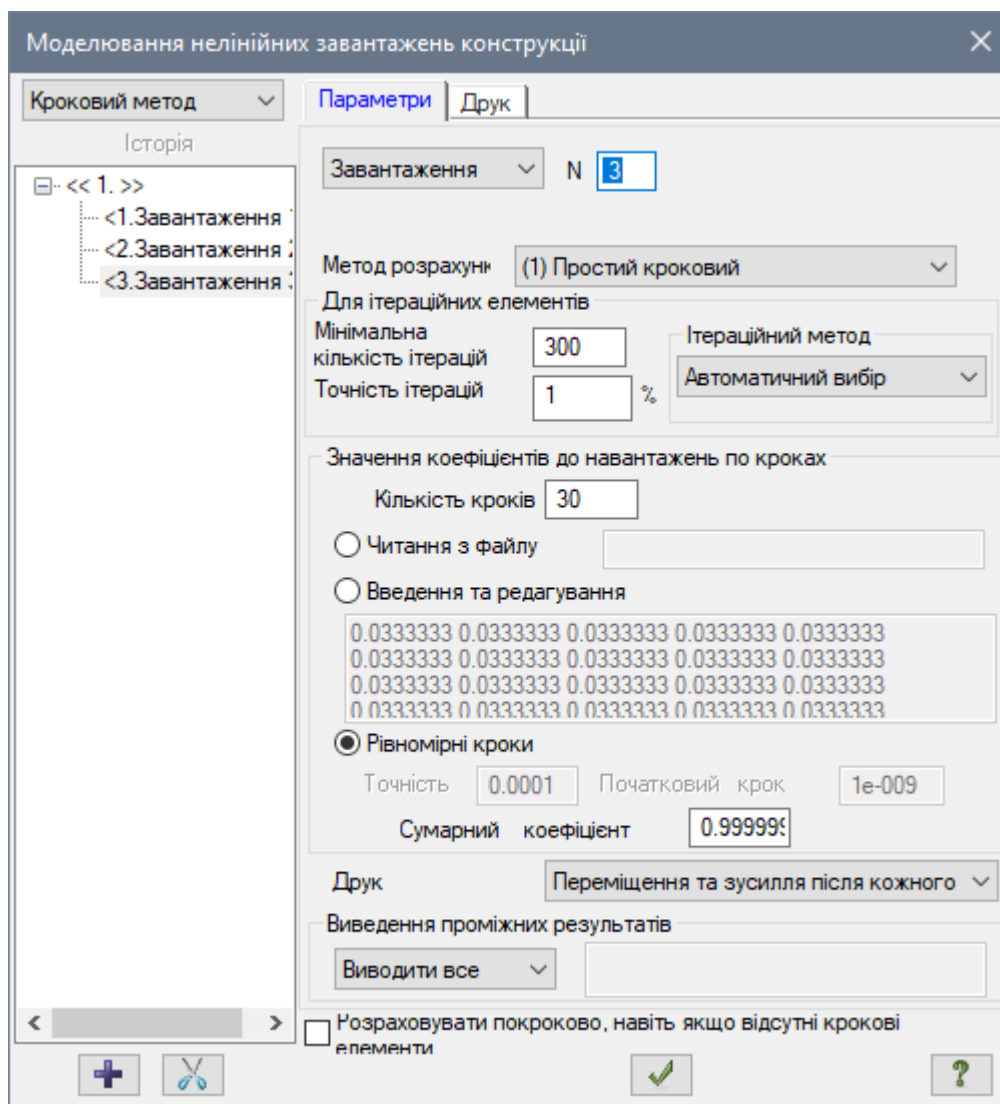

Рис. 7.22. Діалогове вікно **Моделювання нелінійних завантажень конструкції**
- Натиснувши на кнопку  – **Крокова** (панель **Нелінійність** на вкладці **Розрахунок**) відкрийте діалогове вікно **Моделювання нелінійних завантажень конструкції** (рис. 7.22).
- в розкривному списку **Метод розрахунку** виберіть рядок **(1) Простий кроковий**;